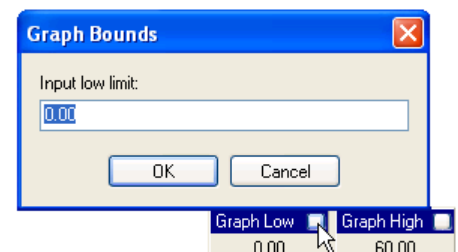

Abbildung 7.8.1c Einstellung von Graph-Endpunkten.
6. Klicken Sie, falls erforderlich, auf das weiße Quadrat vor der entsprechenden Titelleiste 'Graph Tief' oder 'Graph Hoch' und stellen Sie die hohen und niedrigen Werte ein, die zusammen mit einem dazugehörigen Bargraph angezeigt werden sollen (Abbildung 7.8.1c).